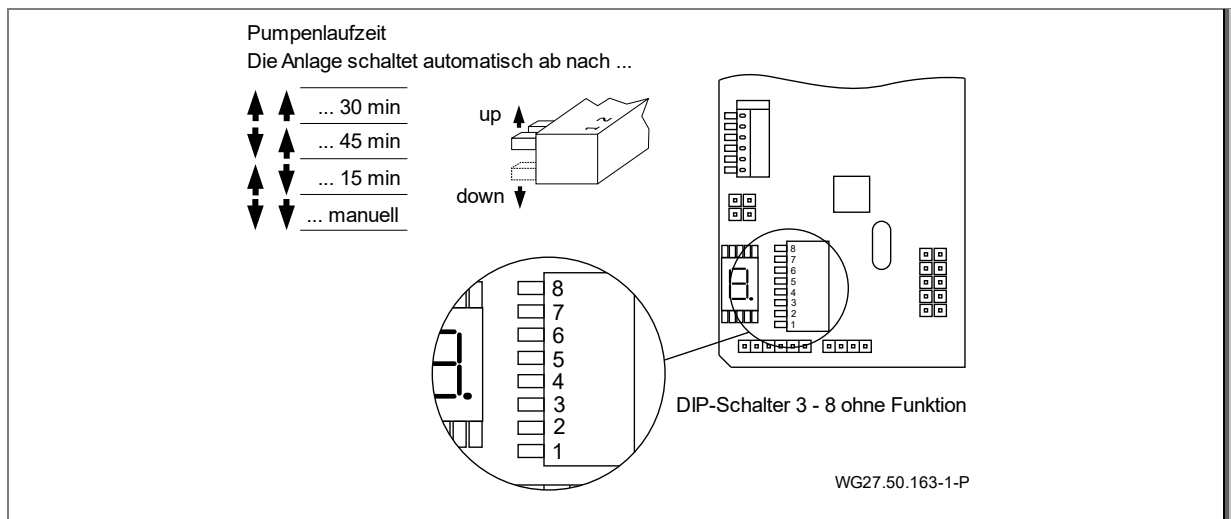

Abb. 24
3. Saug- und Druckleitung durch Abstützung entlasten. Siehe "Abb. 24" auf Seite 28.